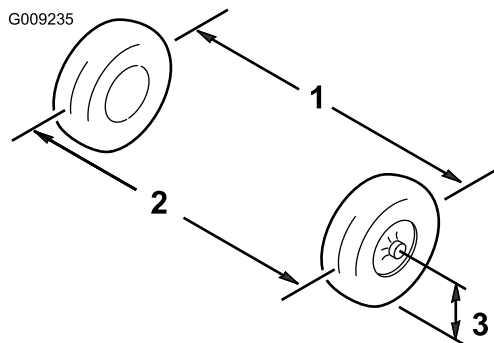

图 54
3. 以轮轴的高度为标准、分别测出两个前轮的轮前距离和轮后距离 (图 54)。